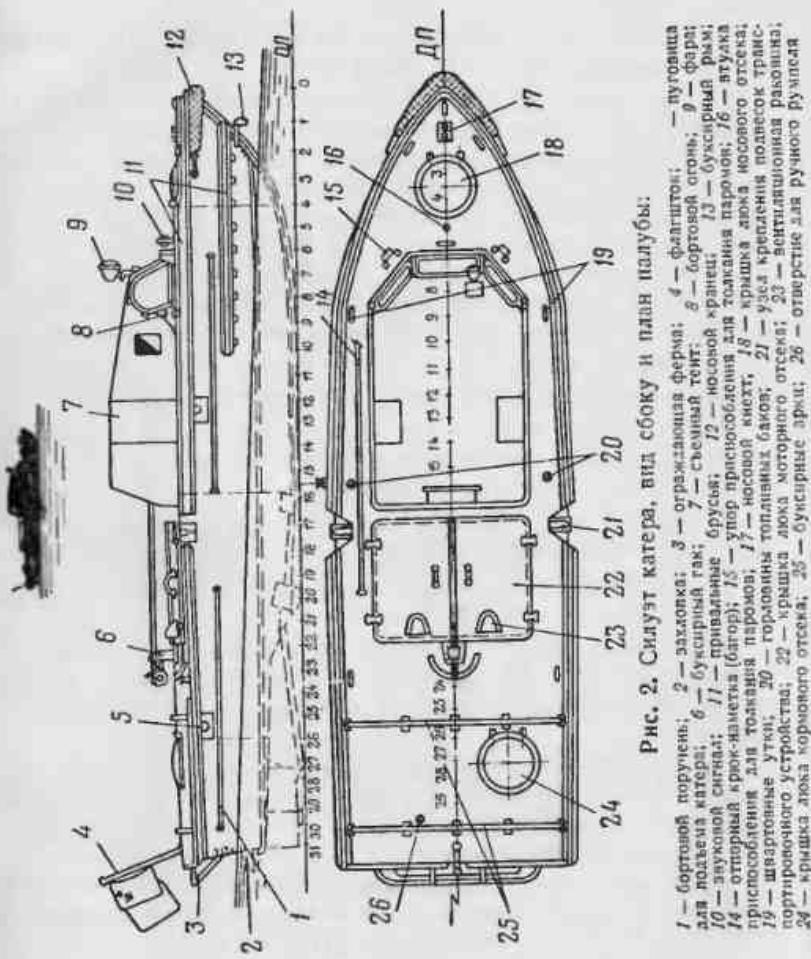

Рис. 2. Силузт катера, вид сбоку и план палубы:
6. Корпус катера (рис. 2, 3) состоит из поперечного и продольного наборов и обшивки.
9. По бортам катера на уровне палубы и в носовой части установлены привальные брусья 11 (рис. 2), а в кормовой части — бортовые поручни 1.
18. Вентиляция моторного отделения на ходу катера осуществляется вентиляторами двигателей и двумя вентиляционными раковинами 23, установленными на крышках люка (см. рис. 2)*. Подвод воздуха к вентилятору производится через шахту с сеткой, расположенную в задней части отсека управления.